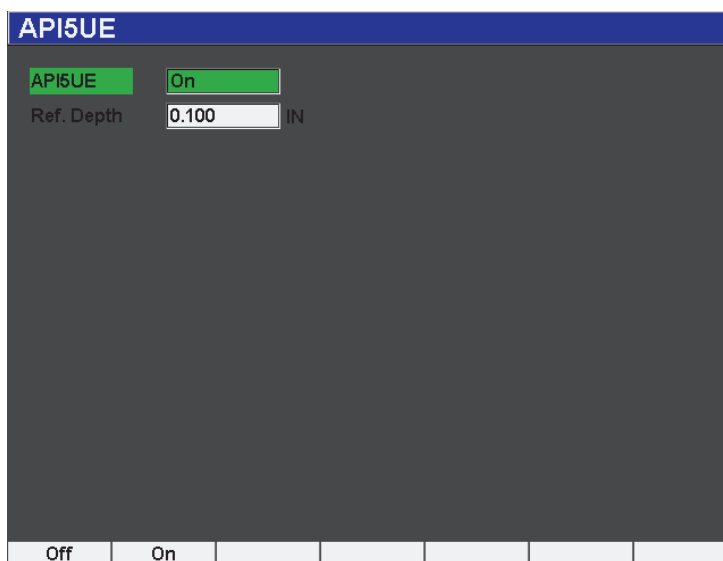

Рис. 12-22 Настройка усреднения изображений А-скана
2. В меню **API5UE** выберите **API5UE = On** [API5UE > Вкл.] (см. Рис. 12-22 на стр. 263).